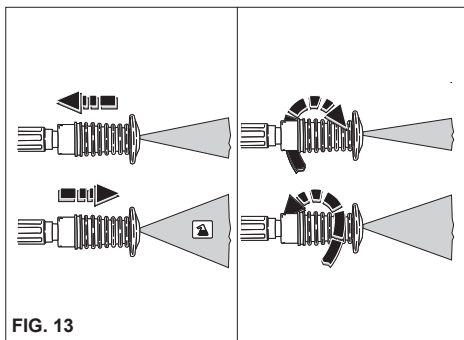

FIG. 13
BRUK AV JUSTERBART MULTIREC-MUNNSTYKKE (fig. 13)
- Når rengjøringsmaskinen ikke er i bruk må sikkerhetsanordningen på håndtaket lukkes (fig. 13).
skal vaskes nedefra og opp (fig. 13). La blandingen få virke i noen få minutter.